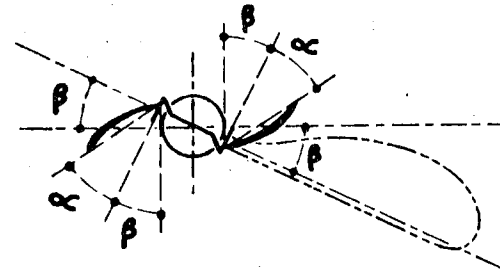

Fig. 8
- 1) de la forme en plan de l'hélice : en effet, suivant la forme de celle-ci, la position repliée est différente : dans le cas de l'hélice à pales symétriques (fig. 8), les pales repliées font un angle par rapport à la verticale, égal à l'angle du pas (au 7/10 du rayon).
Le cas de l'hélice à pales au B.F. rectiligne (fig. 7) est différent, les pales repliées ne sont plus diamétralement opposées et font un angle identique au cas précédent. Le fait de rechercher une position intermédiaire (fig. 8) pour opposer les pales latéralement, n'arrangerait rien, bien au contraire ; l'angle des pales par rapport à la verticale serait augmenté de la valeur du décalage angulaire B de l'axe diamétral, soit $L + B$.